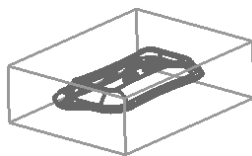

图 1.23 模具工件
Step6. 单击 **< 确定 >** 按钮，完成如图 1.23 所示拉伸特征的创建。